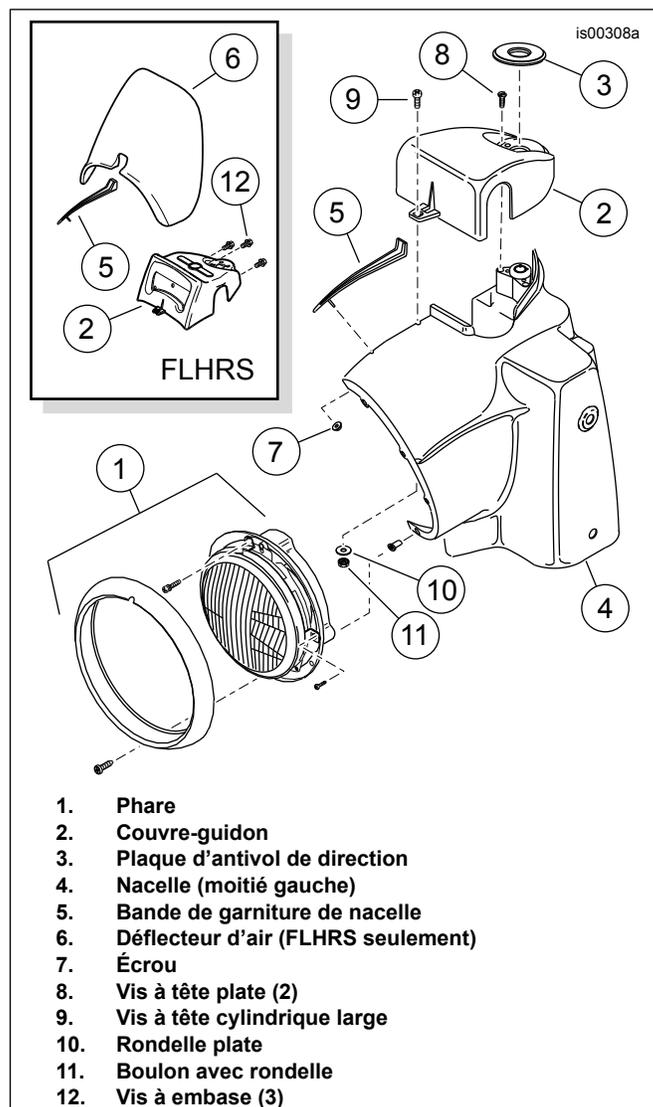

Figure 3. Nacelle, phare et couvre-guidon (FLHR illustré)
14. **Pour TOUS les modèles** : Consulter Figure 3. Accéder à l'intérieur de la nacelle du phare (4), retirer l'écrou à embase (7) pour libérer la bande de garniture (5) au dessus de la nacelle.